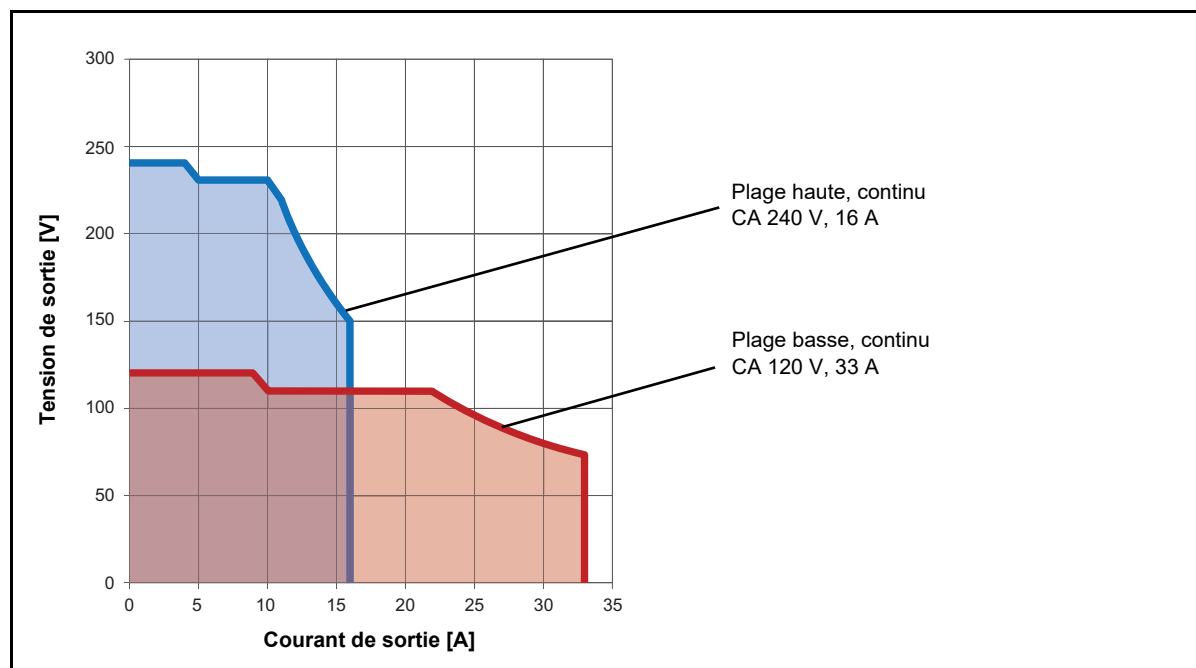

Figure 15-2: Plage de fonctionnement admissible 1 x CA 240 V 16 A
5. Voir la Figure 15-2: «Plage de fonctionnement admissible 1 x CA 240 V 16 A» page 222.
4. Voir la Figure 15-2: «Plage de fonctionnement admissible 1 x CA 240 V 16 A» page 222.